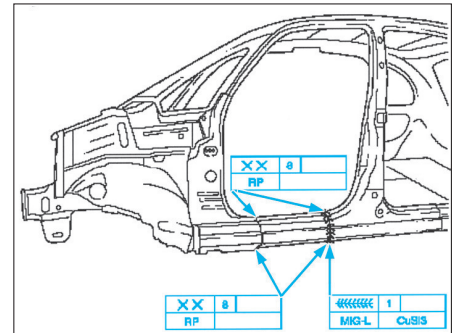

FIG. 57
- Souder le bas de caisse avant (Fig.57).